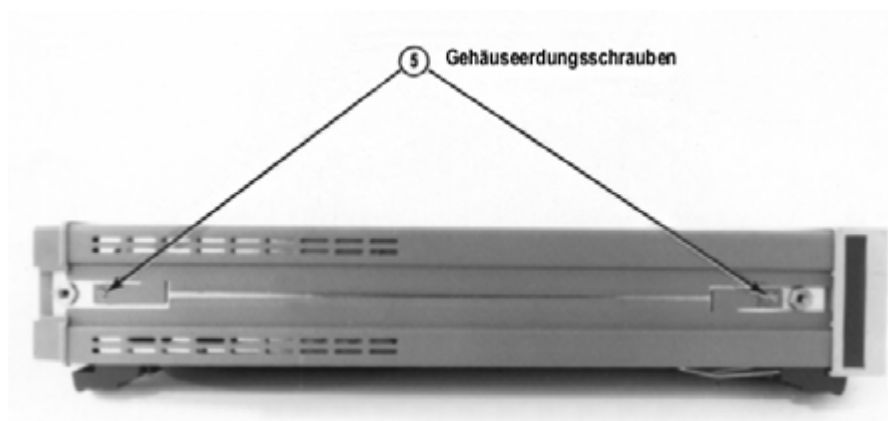

Abbildung C-3 Erdungsschrauben der Abdeckungen
- 7** Entfernen Sie mit Hilfe des Inbusschlüssels #TX 10 die Erdungsschrauben für die obere und die untere Abdeckung (siehe **Abbildung C-3**).
- 7 Siehe **Abbildung C-3**. Drehen Sie das Gerät so, dass es mit seiner linken Seite zu Ihnen zeigt. Bringen Sie mit Hilfe des Inbusschlüssels #TX 10 die Erdungsschrauben für die obere und die untere Abdeckung wieder an.